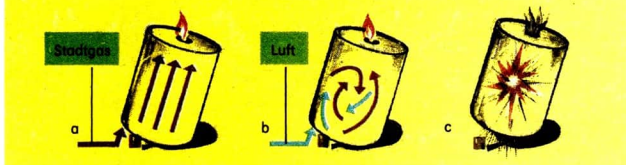

Abb. 113 Explosion eines Stadtgas-Luft-Gemisches
**Vorsicht!** Stadtgas strömt durch die Öffnung im Boden einer umgestülpten Konservendose und verbrennt. Gleichzeitig dringt von unten Luft ein. Die Gaszufuhr wird unterbrochen (Abb. 113).